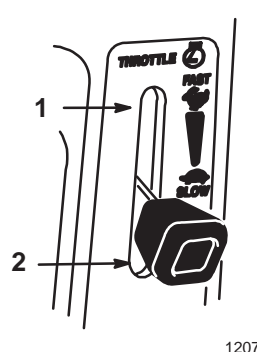

Figure 5
5. Mettre la manette des gaz en position RAPIDE (Fig. 5).
7. Lorsque le moteur a démarré, ramener la manette de starter en position dégagée (Fig. 5). Si le moteur hésite ou cale, ramener la manette de starter en position engagée durant quelques secondes. Mettre ensuite la manette des gaz dans la position souhaitée. Répéter si nécessaire.
1. Mettre la manette des gaz en position LENT (Fig. 5).